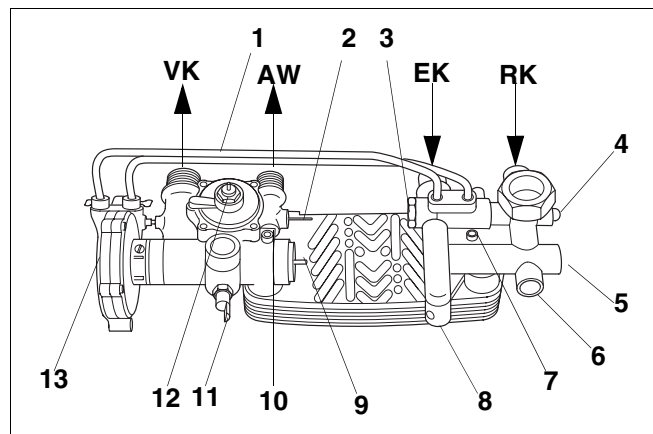

Fig. 31 Unitatea hidraulică a aparatului combi
- Se desfac șuruburile de fixare ale schimbătorului de căldură pentru apă caldă menajeră (fig. 31, poz. 7 și 10) și se scoate schimbătorul de căldură pentru apă caldă menajeră pe dedesubt.
- Se deșurubează sita pentru apă rece (fig. 31, poz. 3) cu o cheie fixă (SW 24).
Legendă la fig. 31: